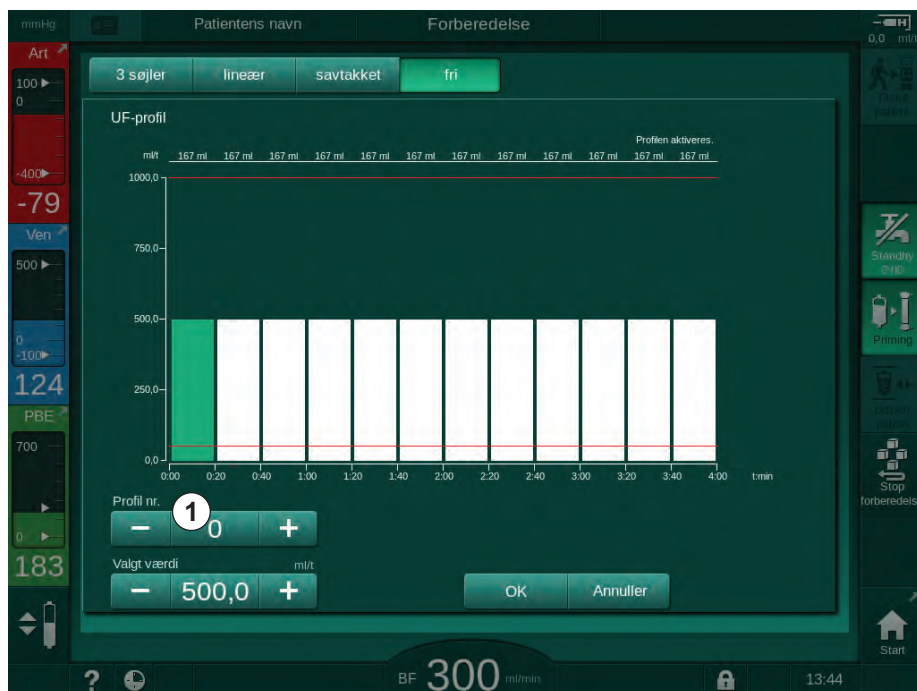

Fig. 5-15 UF-profilvalg
4. For at vælge en af de 10 forudindstillede frit redigerbare profiler skal du trykke på knappen + eller - i gruppefeltet *Profil nr.* (Fig. 5-15, ①) eller indtast profilnummeret 1 til 10 direkte i feltet.